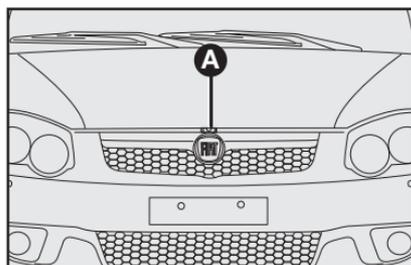

fig. 107
- 2) Mover a trava localizada sob o capô para cima **A**-fig. 107;